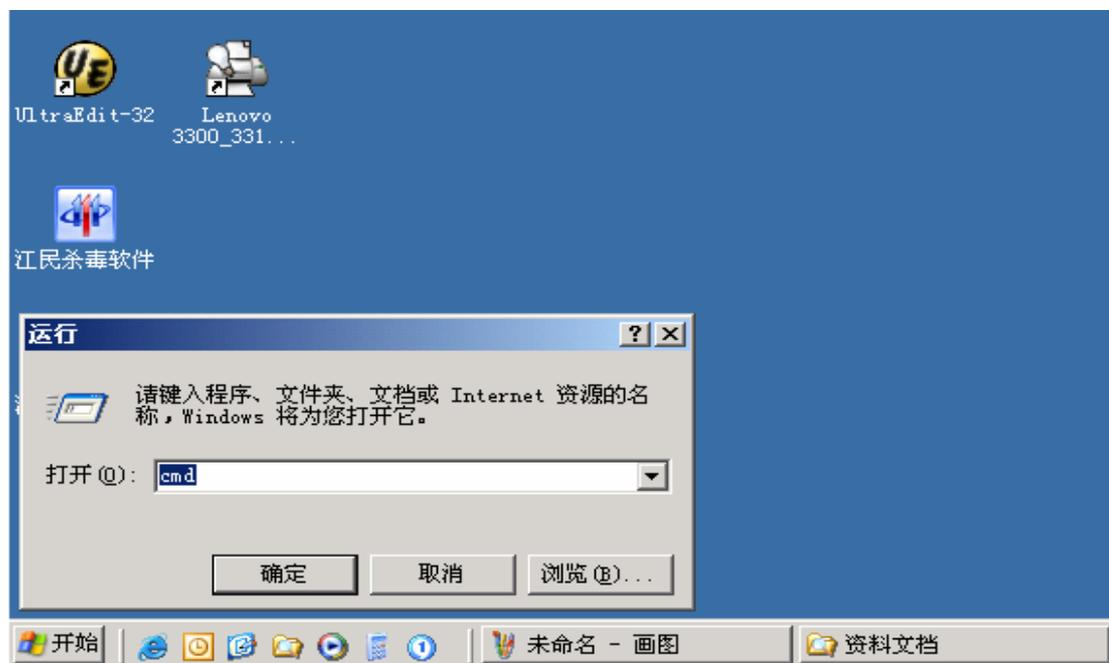

图 4.1 准备打开 DOS 界面
1. 在‘开始’菜单中打开‘运行’项，运行‘cmd’指令。如图 4.1 所示。